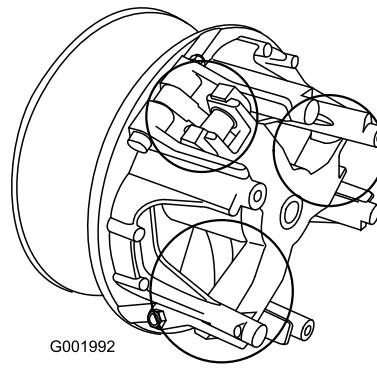

図 55
- 図 55 いで○で囲んで表示している部分の可動部に Toro のドライ潤滑剤(Toro 代理店にて購入可能)をスプレーする。